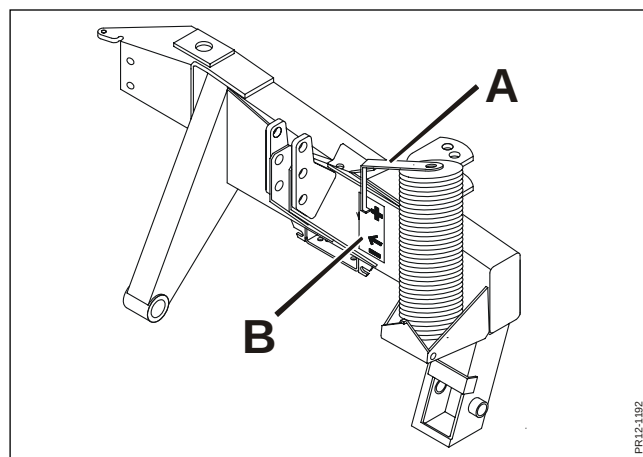

Fig. 3-8
- Fig. 3-8** Det dobbeltvirkende hydraulikudtag stilles i flydestilling. Liften hæves/sænkes til maskinen er i den korrekte højde for at kunne arbejde. Dette svarer til at indikatoren **A** står ud for pilen på transferen **B**, som beskrevet i kapitel 2.